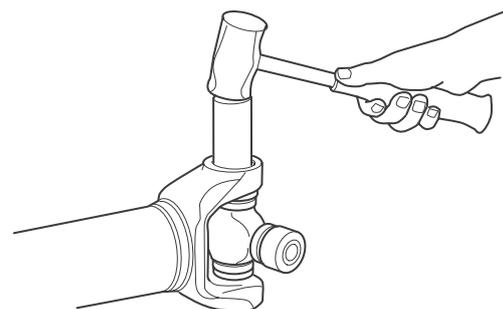

Figura 8.8
2. Se necessário, use um pino de bronze e bata levemente o centro da bucha para ajudar na remoção do anel elástico. Figura 8.8.